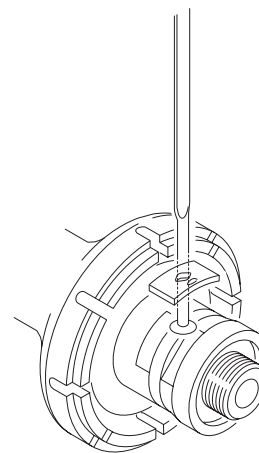

Fig. 55
- Inserite il raggio e la piastrina nell'apposita sede sul lato del mozzo facendo attenzione che il lato con la tacca sulla faccia convessa della piastrina rimanga rivolto verso l'esterno del mozzo (Fig. 55).
- Fit the spoke and the plate in the special seat on the side of the hub, making sure that the side with the notch on the convex face of the plate faces outwards from the hub (Fig. 55).
- Die Speiche und das Plättchen in den vorgesehenen Sitz auf der Seite der Nabe einführen und darauf achten, daß die konvexe und mit einer Kerbe versehene Seite des Plättchens, von der Nabe nach außen hin gerichtet ist. (Abb. 55).
- Introduisez le rayon et la plaquette dans le logement prévu sur le côté du moyeu en veillant à ce que le côté qui a une encoche sur la surface convexe de la plaquette reste tourné vers l'extérieur du moyeu (Fig. 55).
- Meter el radio y la placa en el asiento correspondiente en el lado del buje, prestando atención a que el lado con la ranura en la cara convexa de la placa quede hacia el exterior del buje (Fig. 55).
- Monteer de spaak en het plaatje in de uitsparing van de naaf, let erop dat de zijde met de inkeping naar de buitenkant van de naaf wijst (fig. 55)